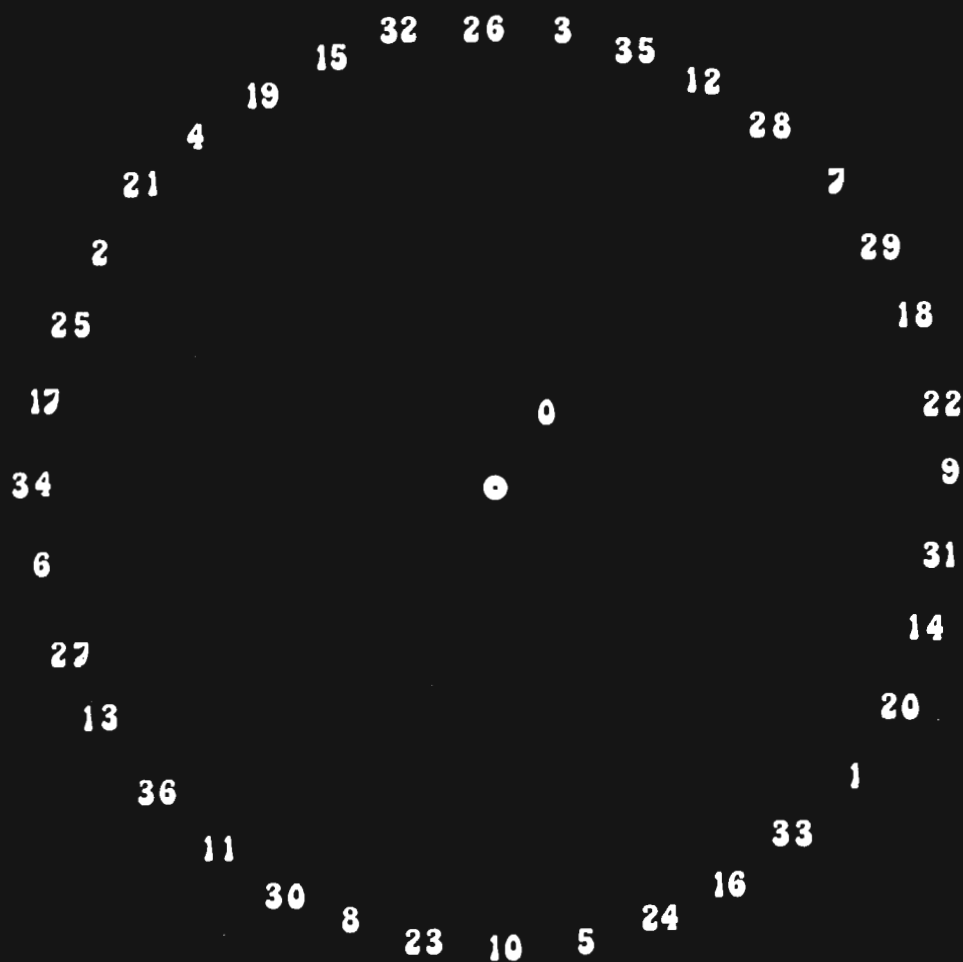

Fig 17. Filmskiva för presentationsenheten i skala 1:1.
delen av presentationsenheten. Den andra delen består av ljusavskärningsdetaljer och en filmskiva med ljustablans olika nummer, se fig 17.
- Plexiglasskiva, pertinaxplatta, transparent papper, isoleringsslang och filmskiva enligt fig 17.